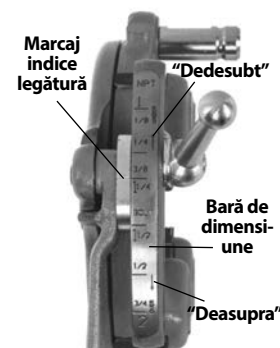

Figura 9 – Verificare dimensiune filet
3. Porniți cu marcajul indicelui de legătură aliniat cu marcajul de dimensiune dorit pe bara de dimensiuni. Pe capetele-filieră Mono și pentru șuruburi, poziționați marcajul de cuplare la linia din bara de dimensiuni. Pentru filetele de șurub cu cap-filieră Universal, poziționați toate cuțitele-filieră pentru șuruburi la linia BOLT (ȘURUB) pe bara de dimensiuni (Figura 9).